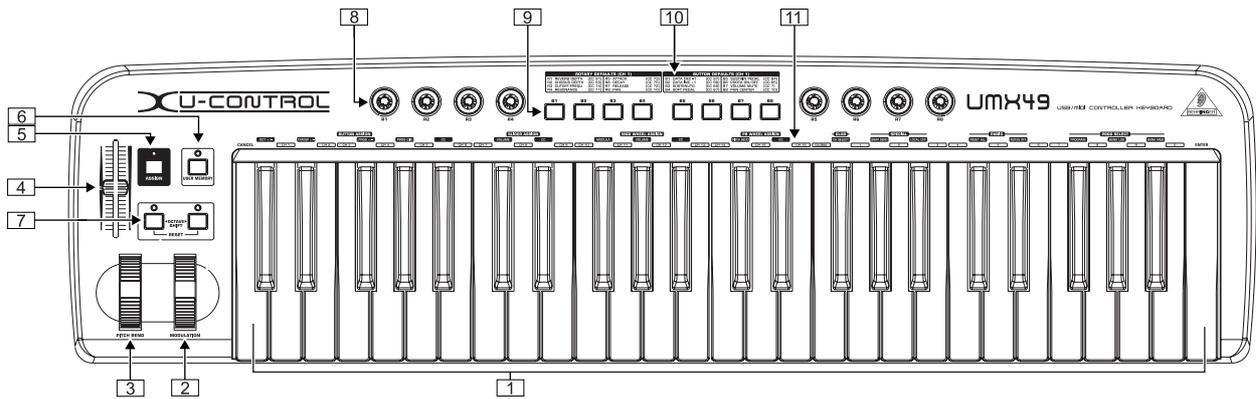

Abb. 3.1: Draufsicht auf das UMX
- ▲ Sie verwenden die vom Werk aus voreingestellte Controller-Konfiguration (siehe Abbildung 3.1, [10]). Dann müssen Sie nur noch am Empfängergerät die Zuweisung vornehmen.